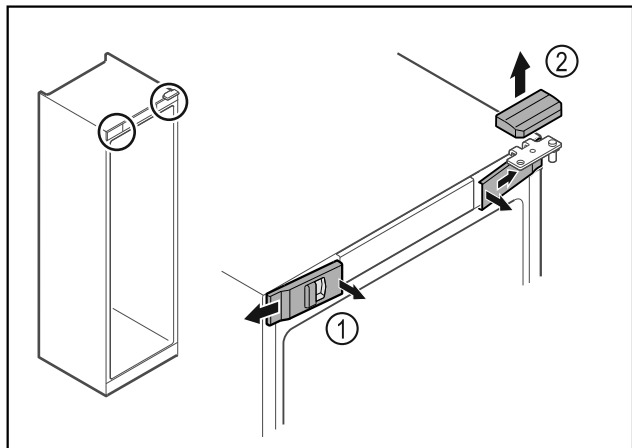

Fig. 14
- Pattintsa ki belül az elülső burkolatokat Fig. 14 (1), és tegye félre.
- Vegye le felfelé a felső burkolatot Fig. 14 (2).